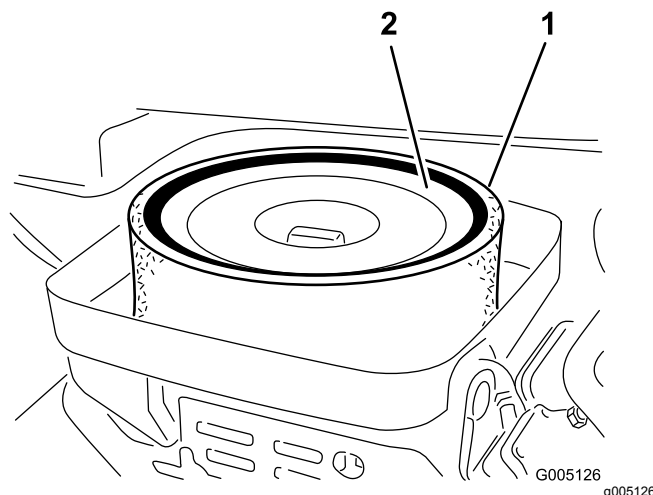

Figura 26
3. Retire la tuerca de orejeta que sujeta los elementos a la carcasa del limpiador de aire (Figura 26).
4. Si el elemento de espuma está sucio, sepárelo del elemento de papel (Figura 26). Límpielo a fondo, de la manera siguiente: